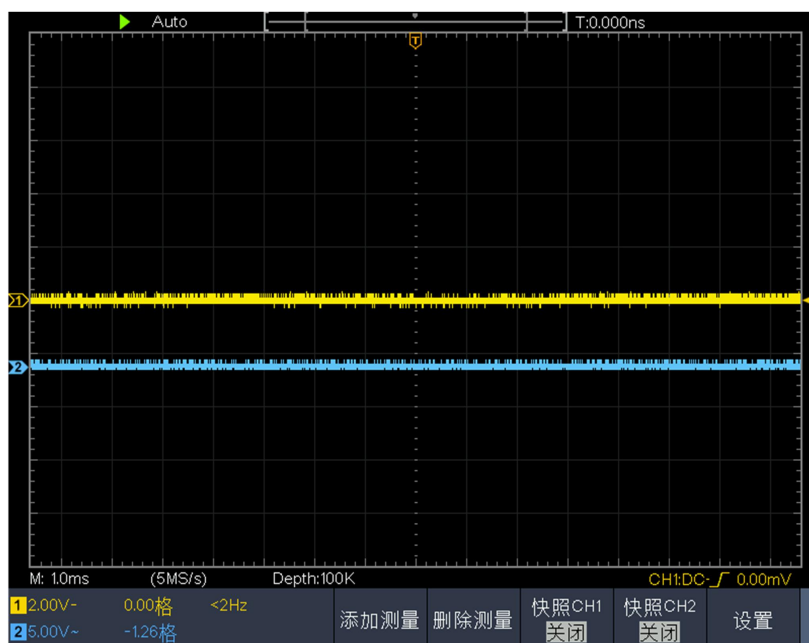

图 6-2：增益测量波形
- (1) 按下 **自动设置** 按键。示波器自动把两个通道的波形调整到合适的显示状态。
- (2) 按 **测量** 键，屏幕显示自动测量菜单。
- (3) 按下方菜单中的 **添加测量**。
- (4) 在右侧菜单中，按 **信源** 菜单项来选择 **CH1**。
- (5) 屏幕左侧显示测量类型菜单，旋转 **通用** 旋钮选择 **峰峰值** 选项。
- (6) 在右侧菜单中，按 **添加测量**，CH1的峰峰值测量添加完成。
- (7) 在右侧菜单中，按 **信源** 菜单项来选择 **CH2**。
- (8) 屏幕左侧显示测量类型菜单，旋转 **通用** 旋钮选择 **峰峰值** 选项。
- (9) 在右侧菜单中，按 **添加测量**，CH2的峰峰值测量添加完成。
- (10) 从屏幕左下角测量值显示区域读出CH1和CH2的峰峰值。见图 6-2。
(11) 利用以下公式计算放大器增益。